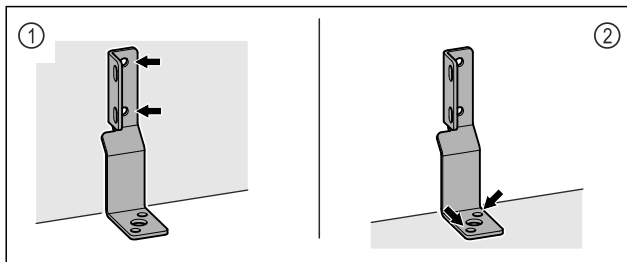

Fig. 6
- ▶ Закрепите уголок на стене Fig. 6 (1) или полу Fig. 6 (2).